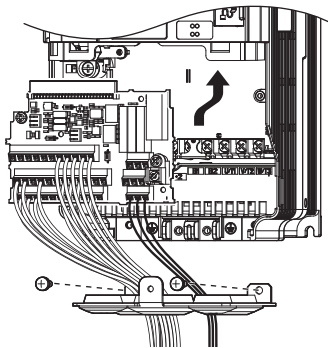

Figura 7.31 Substituição do inversor: Instalação do terminal de controle
1. Após ligar o circuito de potência, conecte o bloco do terminal ao inversor como mostra a Figura 7.31. Use o parafuso instalado para prender o bloco de terminais no lugar.